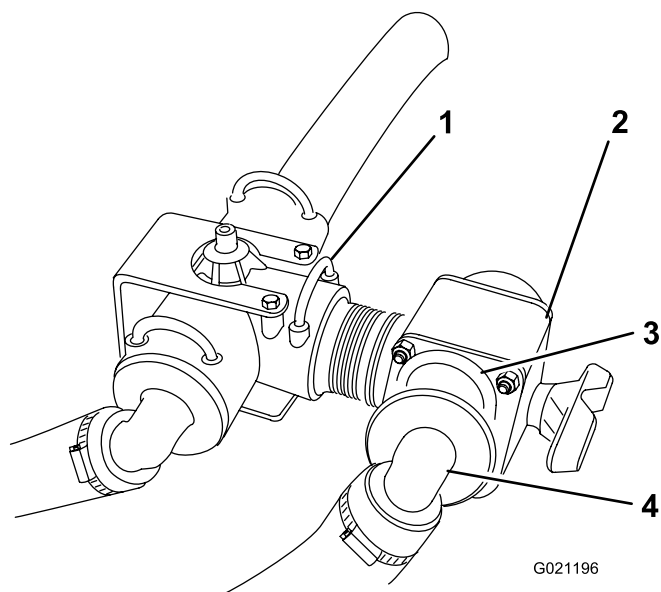

図 6
5. ステップ1で取り外したboomホースを、制御バルブの開いているポートに接続し、ステップ1で取り外したリテーナで固定する（図 6）。